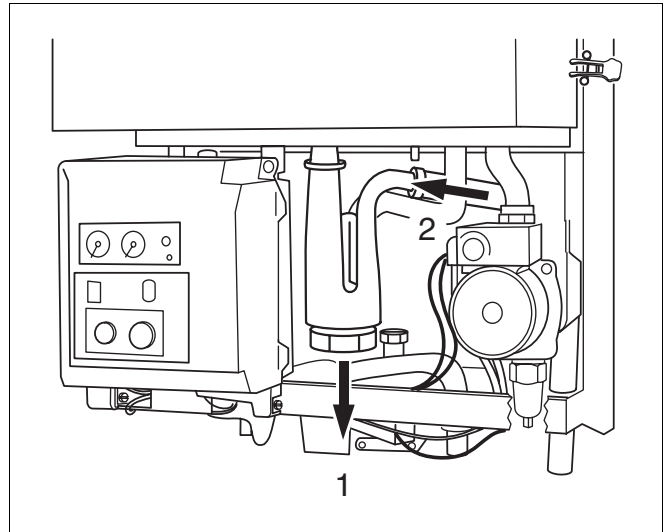

Abb. 52 Siphon ausbauen
- Siphon mit Lippendichtung aus der Muffe nach unten abziehen (Abb. 52, Pos. 1) und aus dem Ablauf herausziehen (Abb. 52, Pos. 2).